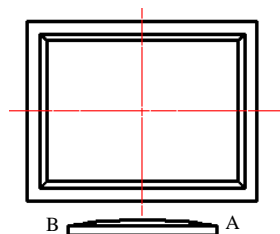

图 17.5.14 绘制圆弧
(1) 在“图层”工具栏中选择“轮廓线层”图层。
(2) 选择下拉菜单 **绘图(D)** → **圆弧(A)** → **起点、端点、半径(R)** 命令, 分别选取图 17.5.14 所示的起点 A 和端点 B; 在命令行中输入圆弧的半径值为 1000 并按 Enter 键, 完成后的图形如图 17.5.14 所示。